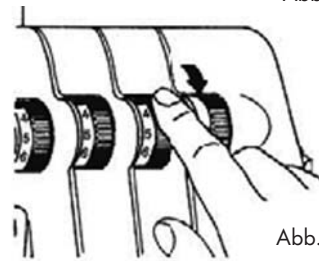

Abb.36
3. Stellen Sie die Fadenspannungswähler **14/15/16/17** auf „0“ (Abb. 36) und heben Sie den Nähfuß **21** an.